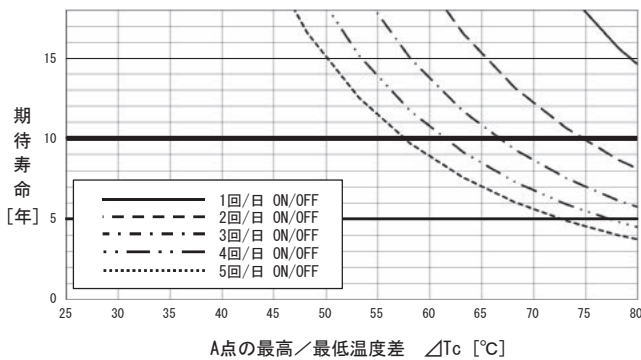
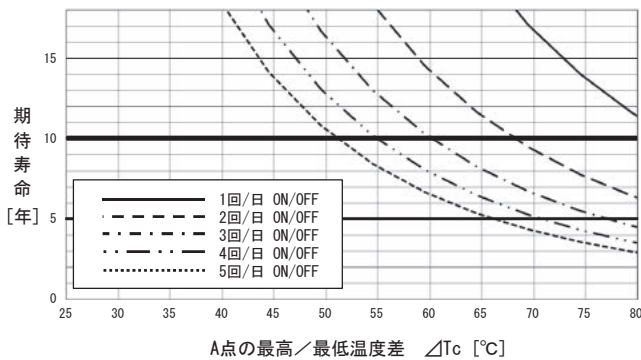
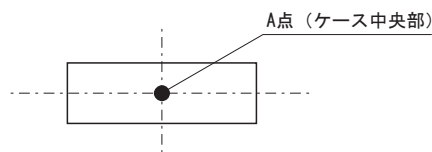

図8.1 熱疲労による期待寿命グラフ (MG1R5)
図8.2 熱疲労による期待寿命グラフ (MG3)
図8.3 温度測定箇所 (ケース上面)
■図8.1, 図8.2に当社加速試験結果を基に算出した1日のON/OFF回数とケース温度差(図8.3ポイントA点 ΔT_c)に対する製品の期待寿命を示します。連続通電の場合であっても負荷率の変動などでケース温度に変動が発生する場合は、上記考え方を適用してください。
■無償補償期間10年ですが、図8.1, 図8.2に示す期待寿命が10年未満の場合、この寿命を無償補償期間とします。